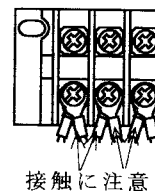

図3-37 2本の配線
④ 圧着端子の筒部が端子台にあたり背合わせに取り付けられない場合は、図3-37のように取り付ける。